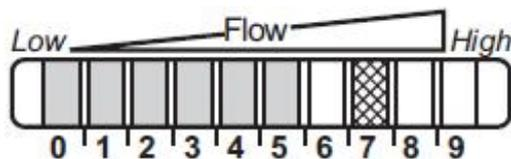

Figura 5: Ajuste alto.
- 2º.- El caudal esta por debajo de la zona de visualización del display (figura 5). Existen dos posibilidades de configuración, una, modificar el punto de conmutación (ver 2.5.1) y dos, efectuar el ajuste de caudal máximo (ver 2.5.2).